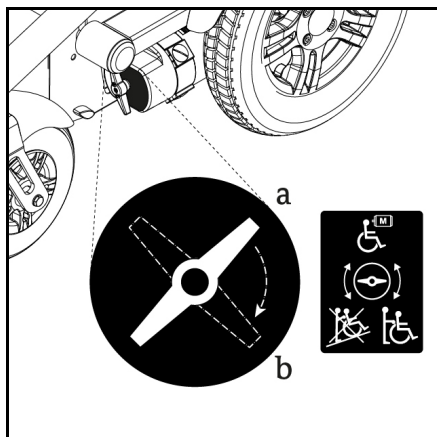

Figure 6.5
- Mode "conduite" ('a' dans la fig. 6.5). Dans cette position, il n'est pas possible de pousser le fauteuil.
- Mode "pousser" ('b' dans la fig. 6.5). Dans cette position, il n'est pas possible de conduire le fauteuil à l'aide de la commande.